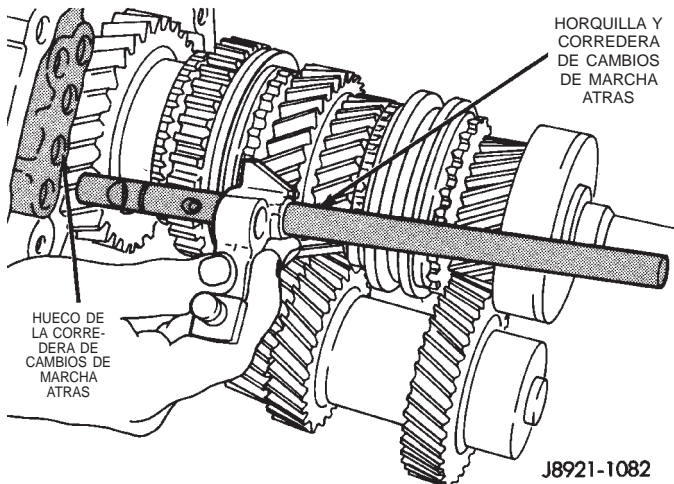

Fig. 83 Instalación de la corredera de cambios de marcha atrás
(11) Instale la corredera de cambios de marcha atrás en la placa intermedia (Fig. 83).